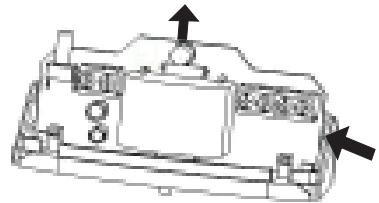

Рисунок 5
7.2 Вставьте отвертку (с плоским шлицом) между платой и боковой стенкой основания, отожмите стенку основания и извлеките плату (рисунок 5).